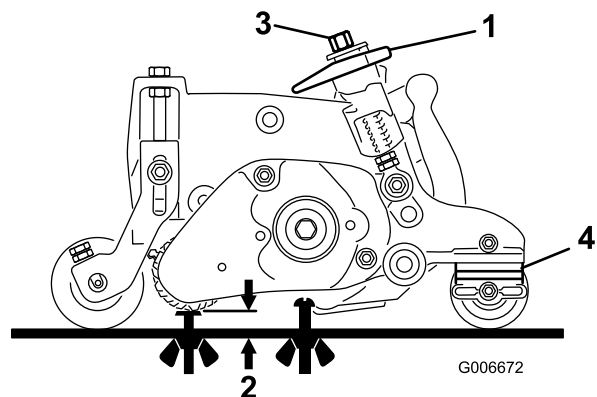

図 46
1. グルーミングリールが希望の深さにセットされていることを確認する 図 46。